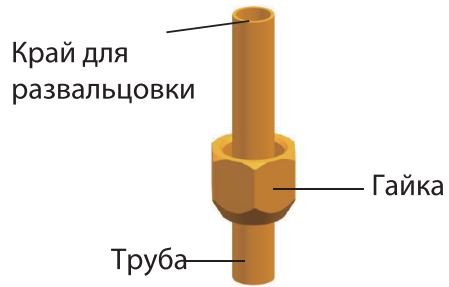

Рис. 3
3. Перед проведением развальцовки наденьте гайку на трубу (рис.3)